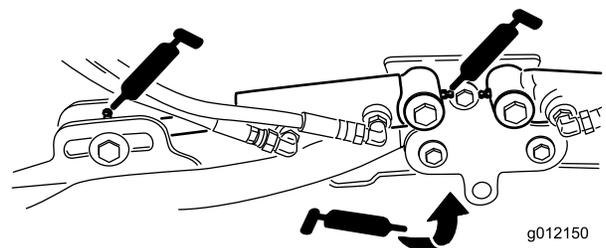

Figura 54
- Cilindros del brazo de elevación de la unidad de corte (2 en cada) (Figura 54)
- Pivotes del brazo de elevación (1 en cada) (Figura 54)